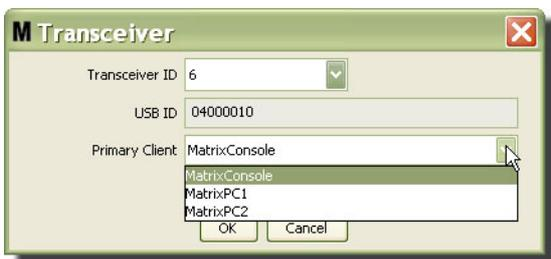

ABB. 91
- Wenn Sie den Primär-Client ändern möchten, der einem Sendeempfänger zugewiesen ist, klicken Sie auf den Pfeil neben dem Primär-Client-Feld, um das Dropdown-Menü anzuzeigen (ABB. 91). Das Zuweisen eines Primär-Clients zu einem Sendeempfänger dient dazu, Teilelager-Autorisierungsanfragen (TLA) von den Zählern zum richtigen PC-Client zu leiten. Falls der TLA-Modus nicht benutzt wird, können Sie alle Sendeempfänger einfach dem Vorgabe-Client der Matrix-Konsole zuordnen.